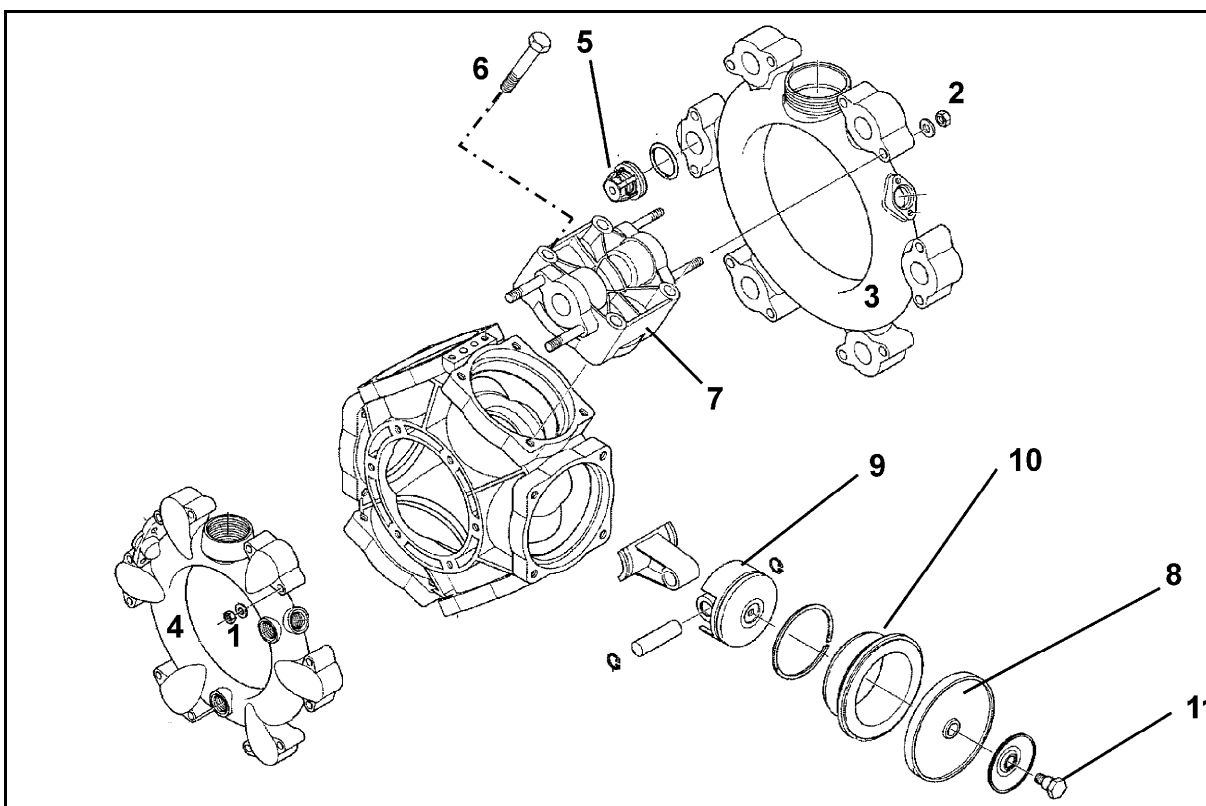

Bild 176
- Kontrollera kolvmembranet (Bild 176/8) beträffande korrekt skick genom demontering minst en gång om året.
- Beakta respektive monteringsläge för ventilerna på sug- och trycksidan, före borttagning av ventilgrupperna (Bild 176/5).
- Byt i princip alla kolvmembran (Bild 176/8), även om bara ett kolvmembran har svällt, är brutet eller poröst.
2. Lossa muttrarna (Bild 176/1, 2).
3. Ta bort sug- och tryckkanalen (Bild 176/3 och Bild 176/4).
4. Ta bort ventilgrupperna (Bild 176/5).
5. Ta bort skruvarna (Bild 176/6).
6. Ta bort cylinderlocket (Bild 176/7).
7. Kontrollera kolvmembranen (Bild 176/8).
- Fäst kolvmembranet (Bild 176/8) med låsbricka och skruv (Bild 176/11) i kolven (Bild 176/9), så att kanten pekar mot cylinderlocksidan (Bild 176/7).
- Dra åt muttrarna (Bild 176/1,2) korsvis med angivna åtdragningsmoment. Om muttrarna dras åt felaktig leder det till spänning och därmed till läckage.
1. Lossa skruven (Bild 176/11) och ta bort kolvmembranet (Bild 176/8) tillsammans med låsplattan från kolven (Bild 176/9).
3. Ta ut cylindern (Bild 176/10) ur pumphuset.
6. Sätt dit cylindern (Bild 176/10) igen i pumphuset.
7. Montera kolvmembranet (Bild 176/8).
8. Fäst cylinderlocket (Bild 176/7) på pumphuset och dra åt skruvarna (Bild 176/6) jämnt korsvis.
9. Montera ventilgrupperna (Bild 176/5) efter kontroll och rengöring.
11. Fäst sug- (Bild 176/3) och tryckkanalen (Bild 176/4) på pumphuset.
12. Dra åt muttrarna (Bild 176/1,2) korsvis med ett åtdragningsmoment på **11 Nm**.